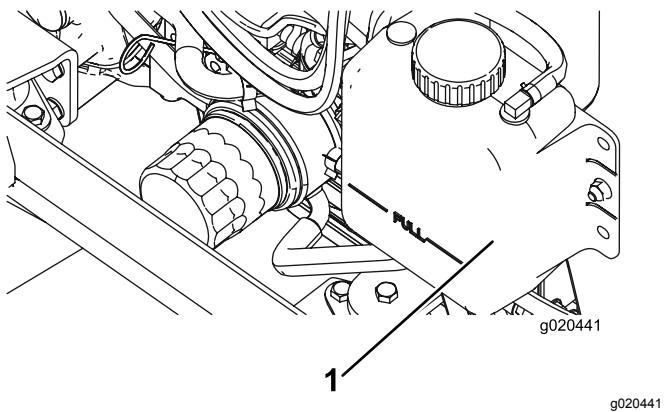

Figure 108
2. Retirez le bouchon du radiateur et le bouchon du vase d'expansion avec précaution (Figure 108).